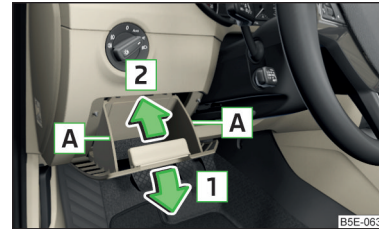

Abb. 356
- › Das Ablagefach seitlich im Bereich **A** fassen und durch Ziehen in Pfeilrichtung **1** aufklappen (zum Aufklappen ist ein erhöhter Kraftaufwand notwendig) » Abb. 356.